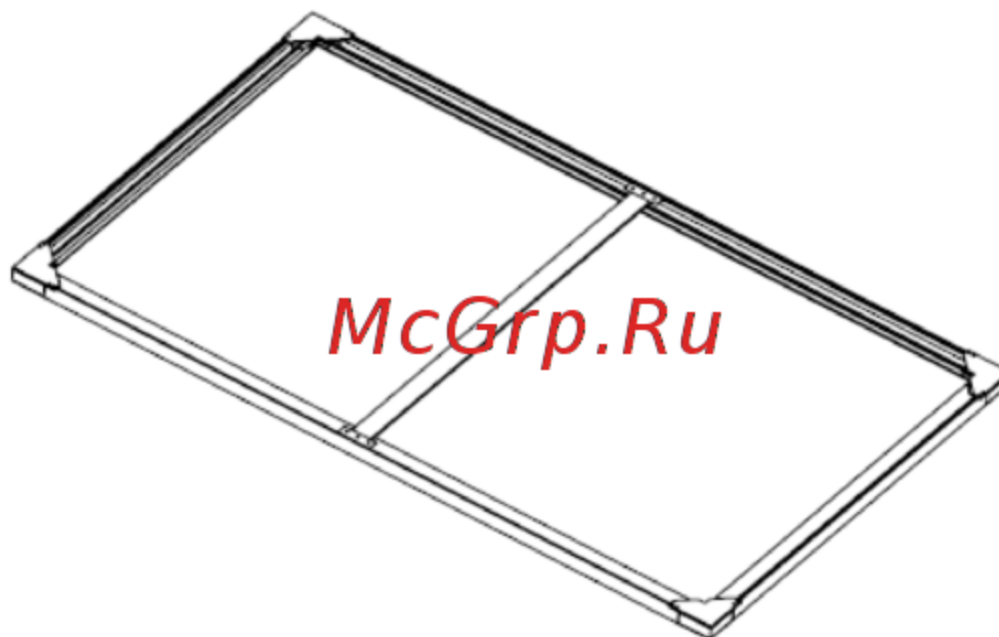
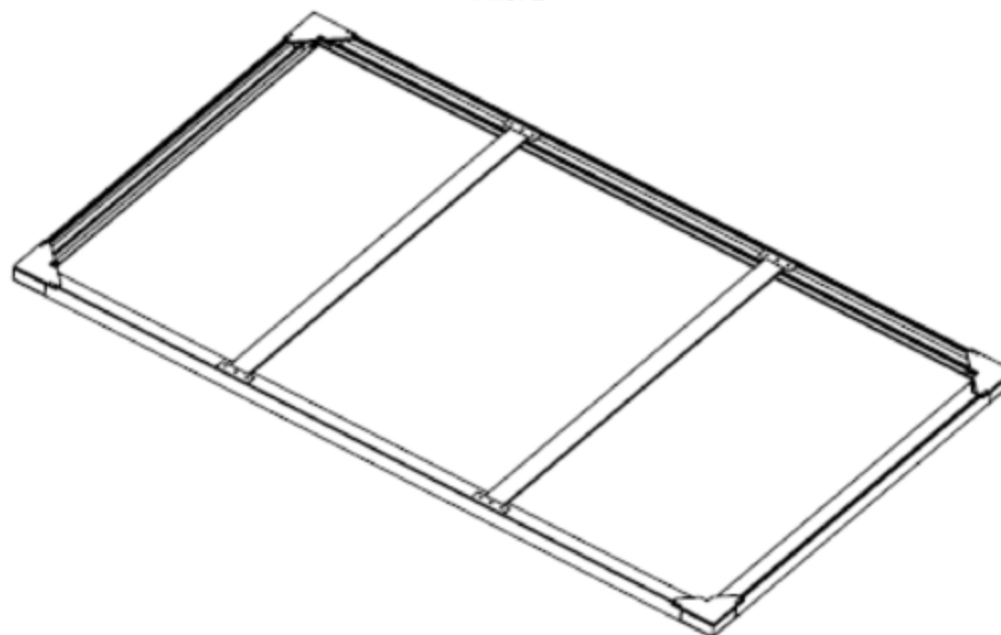

Рис. 2
Рис. 3
2. Для больших экранов Clarions может потребоваться одна или две вертикальных перекладины. В случае установки одной вертикальной перекладины, отцентрируйте перекладину по задней части рамы экрана (см. рис. 2). В случае установки двух вертикальных перекладин, разместите каждую перекладину приблизительно расстоянии одной трети от боковой стороны рамы (см. рис. 3).